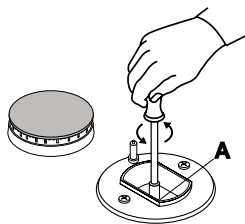

Fig. 7
- drej dyserne (fig. 7) af ved hjælp af en rørnøgle på 7 mm og udskift dem med dyser beregnet til den nye gastype (se tabel 1 "Karakteristika for gasblus og dyser").